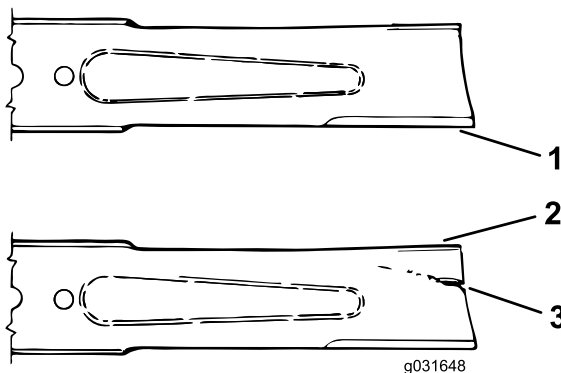

Figure 73
- Examinez attentivement les tranchants de la lame, particulièrement au point de rencontre de la partie plane et de l'ailette (Figure 73).